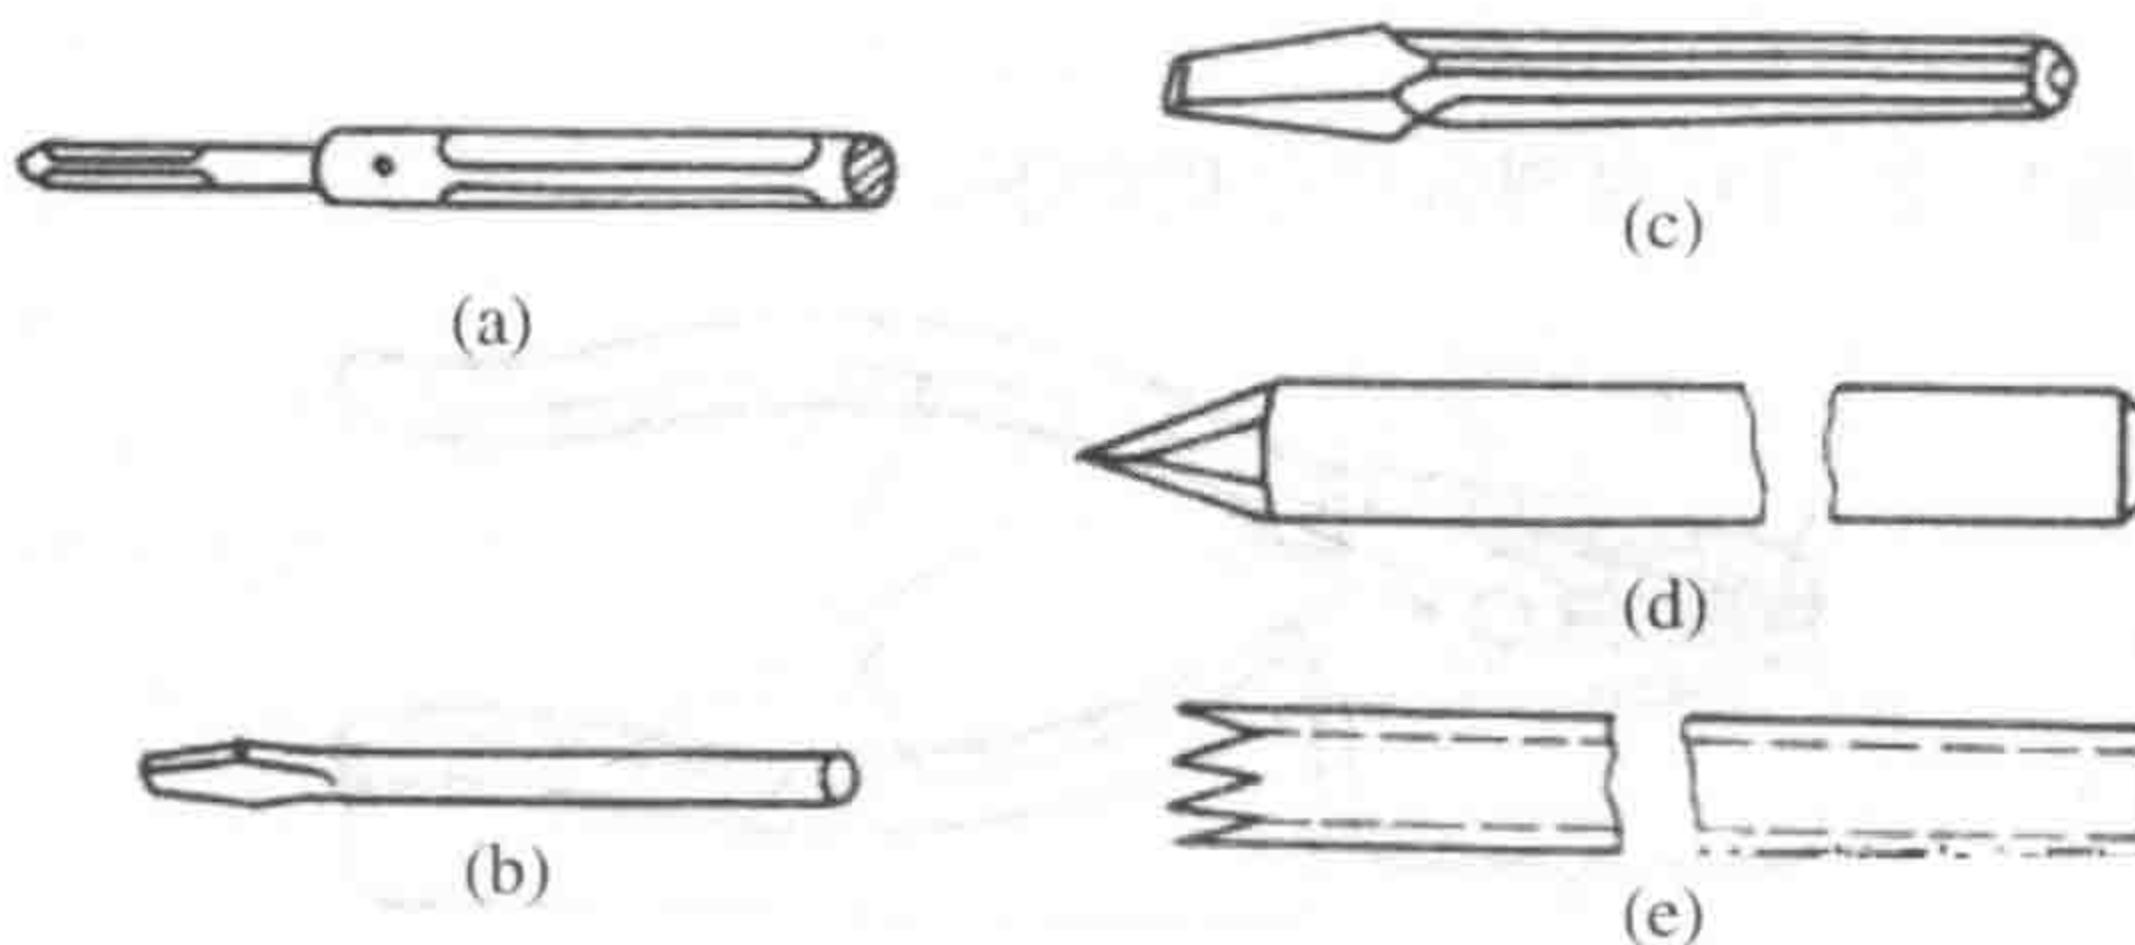

图 1-2-4 墙孔錾
- (1) 圆榫錾如图 1-2-4 (a) 所示，用来錾打混凝土结构的木榫孔。
- (2) 小扁錾如图 1-2-4 (b) 所示，用来錾打砖墙上的木榫孔。
- (3) 大扁錾如图 1-2-4 (c) 所示，用来錾打角钢支架和撑架等的埋没孔穴。
- (4) 长錾分为两种，圆钢长錾如图 1-2-4 (d) 所示，用来錾打混凝土墙上通孔；钢管长錾如图 1-2-4 (e) 所示，用来錾打砖墙上通孔。